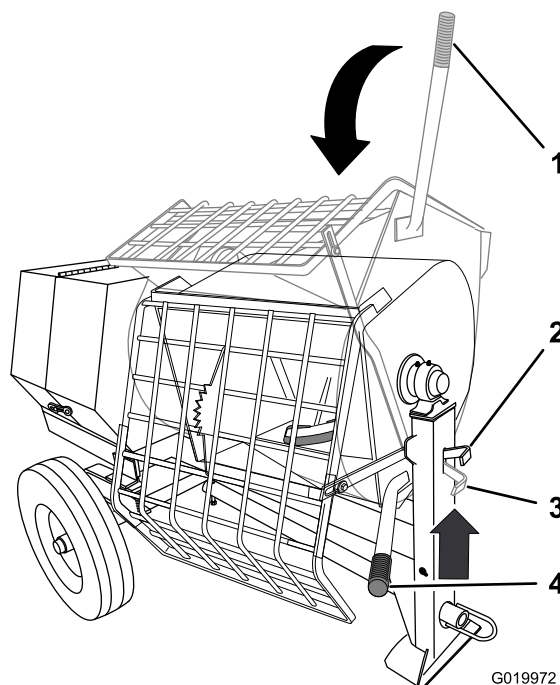

Figura 27
2. Sujete la palanca de volteo con la mano izquierda (Figura 27).
3. Levante la manija del pestillo del tambor (Figura 27).
4. Con ambas manos en la palanca de volteo, gírela en sentido antihorario para descargar el contenido del tambor (Figura 27).
5. Gire la palanca de volteo en sentido **horario** hasta que el pestillo del tambor bloquee el tambor en la posición vertical (Figura 27).